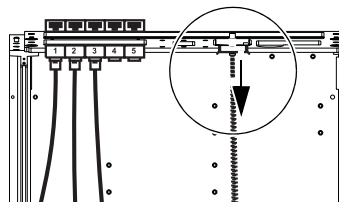

Figure 9. Harnais de câbles (assurez-vous qu'il est déconnecté avant d'installer le(s) commutateur(s) Ethernet)
- Si nécessaire, déconnectez le harnais de câbles du port terminal à l'intérieur de la plaque de connexion arrière (voir Figure 9).